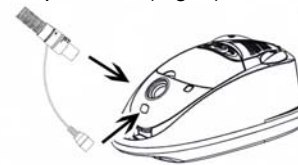

Fig. 1
1. Inserte la manguera flexible en la entrada de aire. Presione hasta escuchar un "clic" indicando que se ha trabado en su lugar. (Fig. 1)
2. Coloque el enchufe de alimentación del cepillo en el receptáculo de la aspiradora. (Fig. 1)